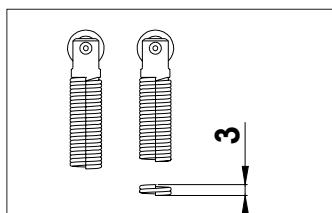

Abb.22
- Die Feder kürzen, wobei zwei Windungen etwa 3 mm entsprechen, siehe Abb. 22